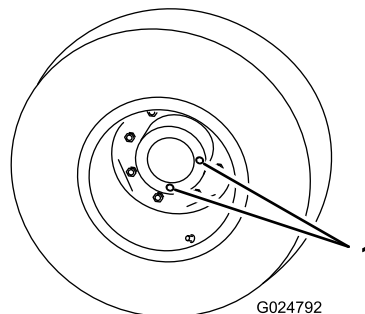

Figura 66
1. Coloque a máquina numa superfície plana, posicione uma roda de forma a que um dos tampões de verificação se encontre na sua posição mais baixa (6 horas) (Figura 66).